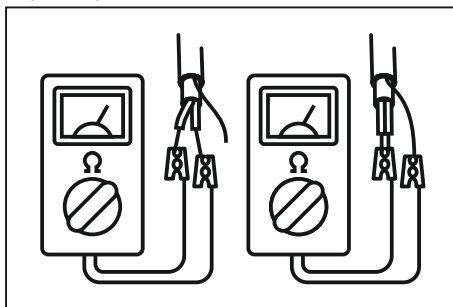

Рис. 1 – Измерение сопротивления нагревательных жил и изоляции
2. Измерить сопротивление нагревательных жил и изоляции (рис.1). Сопротивление нагревательных жил должно соответствовать данным в таблице 2. Сопротивление изоляции не должно превышать 1 МОм при напряжении 2500 В.
6. После раскладки мата измерить сопротивление нагревательных жил и изоляции (рис. 1).
10. Измерить сопротивление нагревательных жил и изоляции после установки напольного покрытия (рис.1).